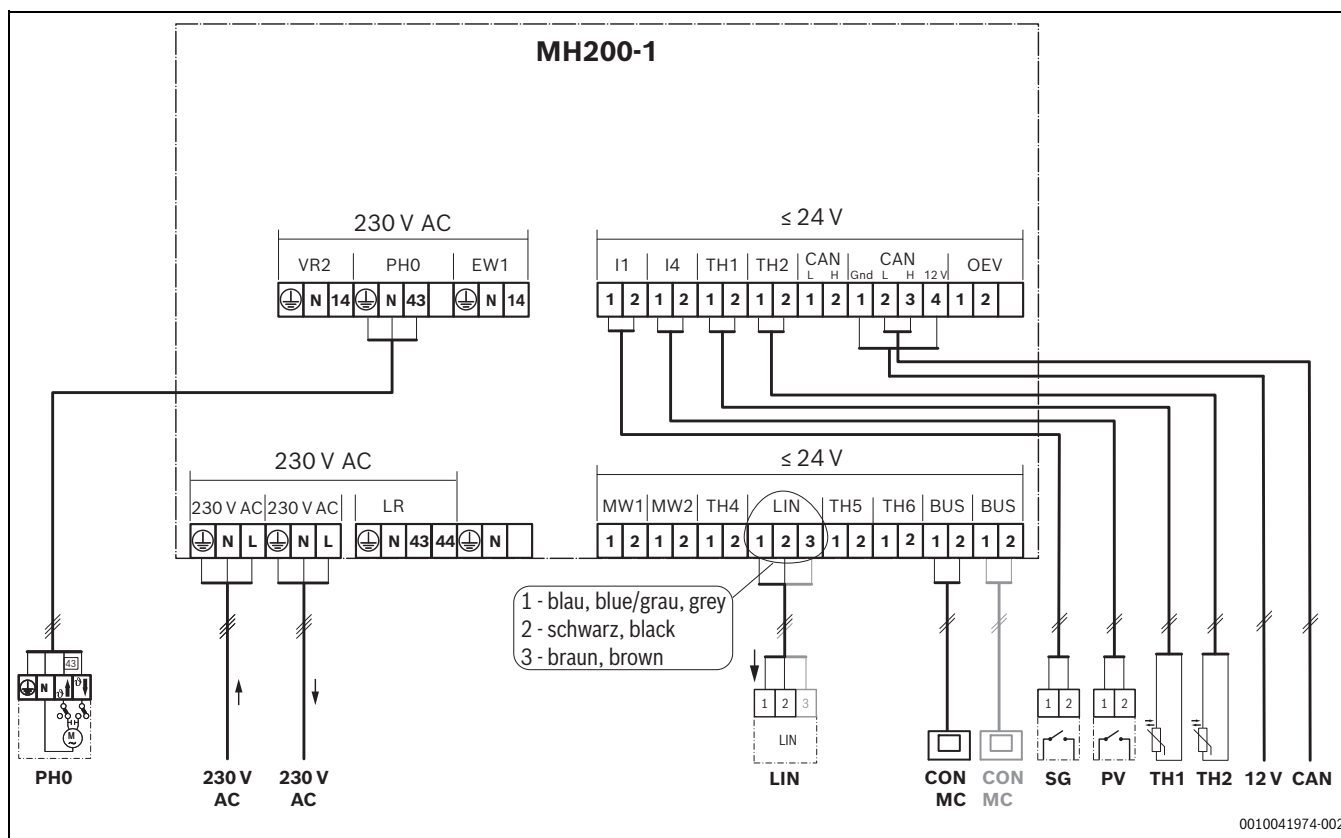

Bild 23 Überblick Anschlussklemmenbelegung
- Sicherstellen, dass die Kabel an den entsprechend markierten Anschlüssen des Moduls angeschlossen sind (→ Bild 23).